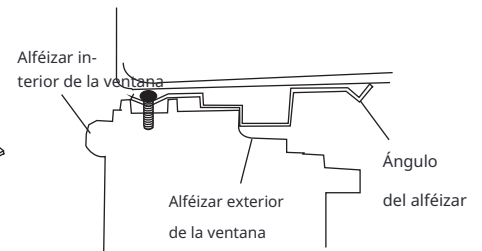

Fig.12
2. Coloque el mueble en la ventana con el ángulo del borde inferior firmemente asentado sobre el borde de la ventana como se muestra. Baje temporalmente la ventana detrás del ángulo superior para mantener el mueble en su lugar (Fig.12).
Paso 2. Marque una línea en el panel de aislamiento R1 proporcionado de acuerdo con una longitud de 1/8 " (3 mm) menos que el ancho medido en el paso 1, luego corte el panel de aislamiento R1 a lo largo de la línea (Fig. 12).